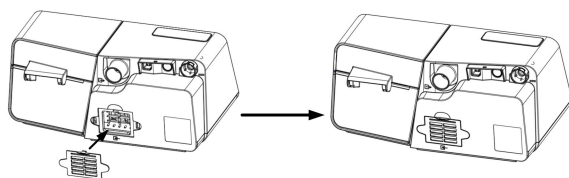

图 3-3
(2) 将装有空气滤芯的滤芯盖安装在呼吸机上，如图 3-3 所示：